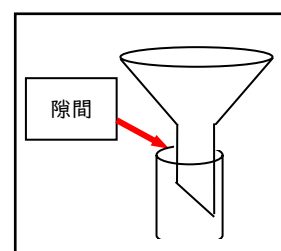
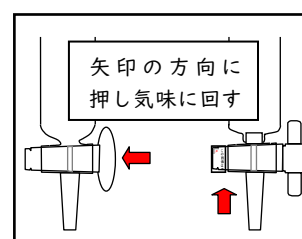

図20 ろうとの取付け
図21 活栓の回し方
- ① ビュレット台にビュレットを取り付けたら、活栓が閉まっているか確認します。
- ② ろうとを取り付け、液体を注ぎ込みます。このとき、液体がろうとから溢れないように、ビュレットの上部とろうととの間に空気を逃がすための隙間を必ず開けておきます（図20）。
- ③ 活栓を開けて液体を勢いよく流し、ビュレットの先まで液体で満たします。活栓を閉じたときに気泡がある場合は、再度液体を勢いよく流し、気泡を追い出します。
- ④ ビュレットの目盛りを読みます。
- ⑤ 活栓を回して滴下するとき、活栓が抜けることがあるため、活栓が抜けないように少し押し気味に回転させるとよいです（図21）。
- ⑥ 反応が終わったら目盛りを読みます。